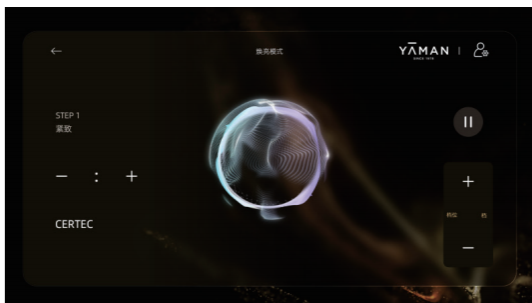

图5-16：焕亮模式-紧致手柄页面
①紧致手柄+沁肤盈润精华乳，护理时长默认5分钟，可手动调节至最大时长30分钟（如图5-16）。